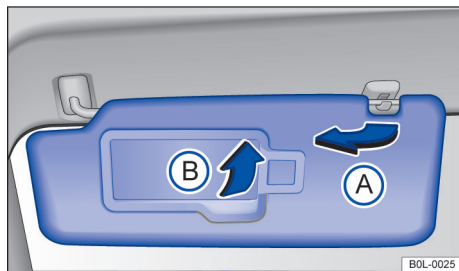

图 72 前部顶篷上：遮阳板
- 从支架上拉出，转向车门，遮挡自门窗射入的阳光 → 图 72 ①。
打开遮阳板后向上翻开化妆镜盖板 → 图 72 ② 可发现盖板后有一化妆镜。